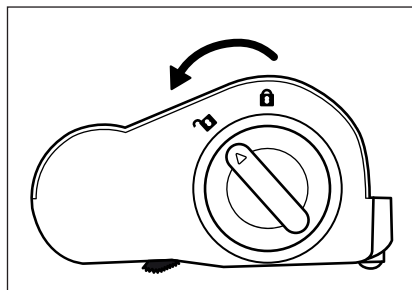

Fig. 26
- 2) Para desencastar el rodillo de cepillos **20**, gire el desencastre del rodillo de cepillos **19** hacia el símbolo **🔓** (abrir) (consulte la fig. 26).